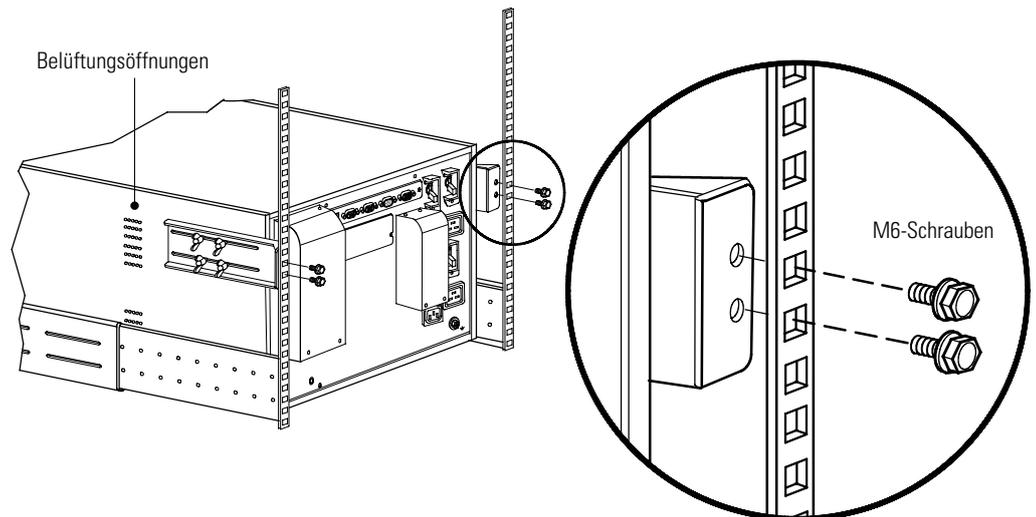

Abbildung 23. Befestigen der optionalen, erschütterungsfreien USV-Montagehalterungen
17. Sind die optionalen, erschütterungsfreien Montagehalterungen eingebaut, die Halterungen der USV am Gestell mit vier M6-Metallschrauben, wie in Abbildung 23 gezeigt, befestigen.